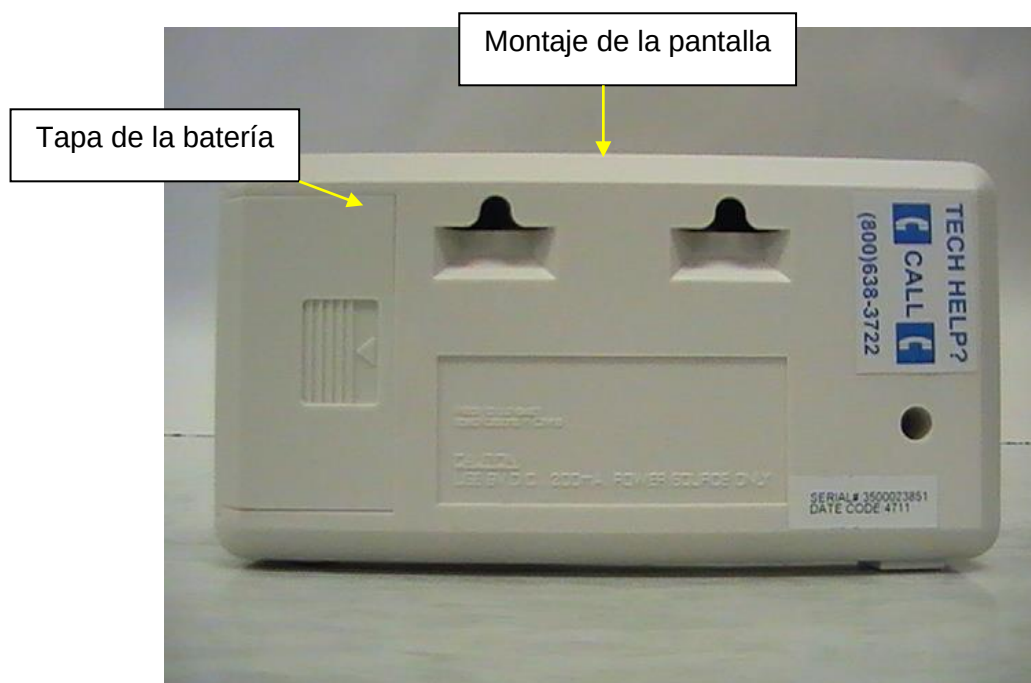

Figura 5
2. Retire la tapa de la batería que se encuentra a un costado del montaje de la pantalla deslizando la tapa hacia afuera (ver la figura 5 en la página 13).
2. Coloque la batería dentro del compartimento para batería (ver la figura 5 en la página 13).